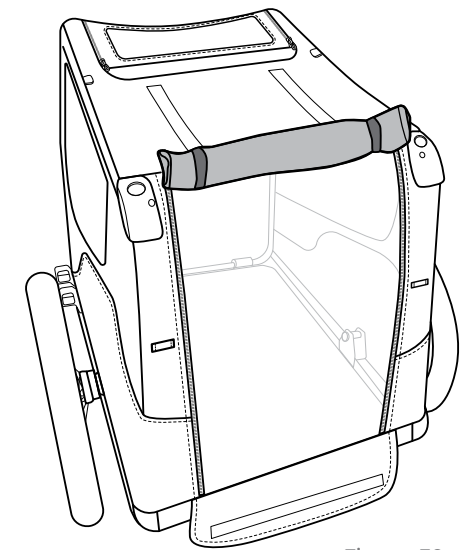

Figure 32
4. La fenêtre à filet de la porte arrière peut être enroulée et fixée en insérant les crochets de suspension dans les boucles réfléchissantes à l'emplacement ③ (Figure 32).